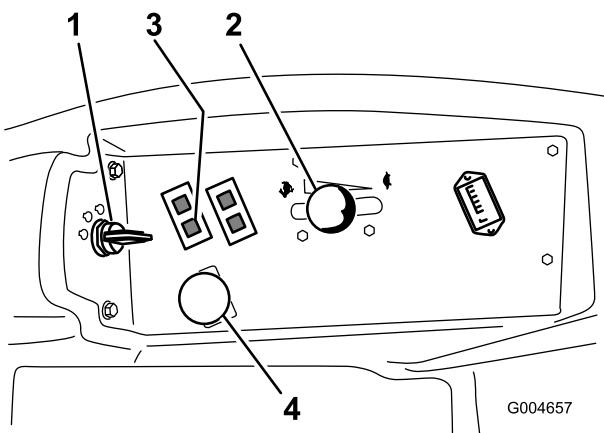

Figura 18
4. Desloque o interruptor PTO (tomada de força) para a posição off (Figura 18).
5. Desloque a alavanca do acelerador para metade entre as posições Fast e Slow (Figura 18).